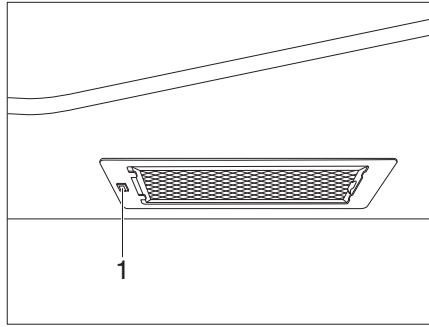

Fig. 317 Campana
- Conectar y desconectar la campana con el interruptor (Fig. 317,1).